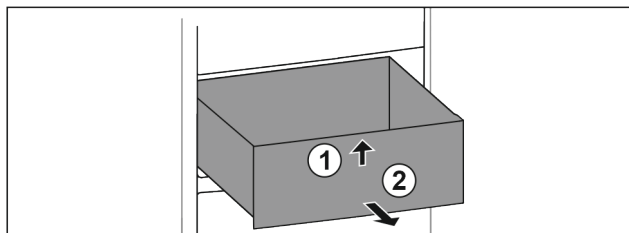

Fig. 16
- ▶ Unieść z przodu Fig. 16 (1).
- ▶ Wyjąć do przodu Fig. 16 (2).